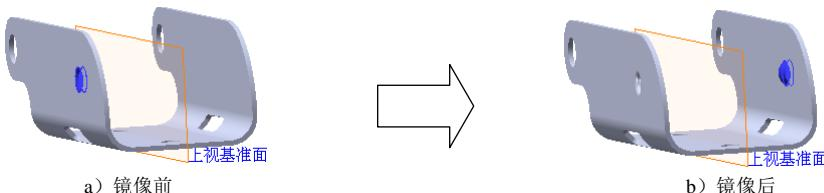

图 12.3.29 镜像 3
Step12. 创建图 12.3.29 所示的镜像 3。
- (1) 选择命令。选择下拉菜单 →  →  命令。
- (2) 定义镜像基准面。选取上视基准面作为镜像基准面。
- (3) 定义镜像对象。选择成形特征 1 作为镜像 3 的对象。
- (4) 单击 按钮，完成镜像 3 的创建。